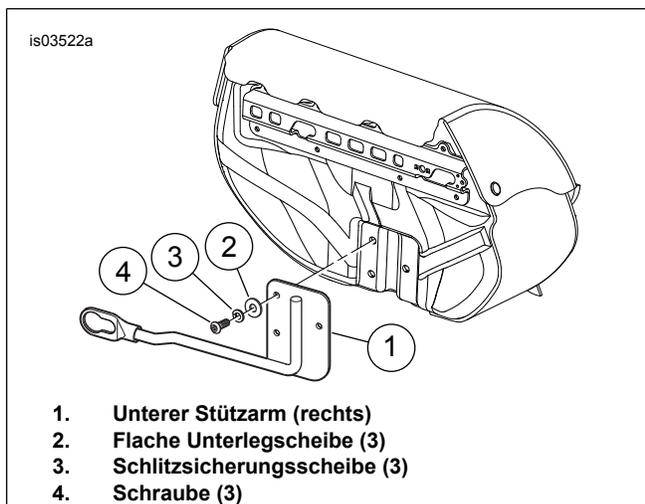

Abbildung 2. Unteren Stützarm einbauen
1. Siehe Abbildung 2. Loctite 243 (blau) auf das Schraubengewinde (4) auftragen.
2. Den unteren Stützarm (1) lose mit drei flachen Unterlegscheiben (2), Schlitzsicherungscheiben (3) und Schrauben (4) an beiden Satteltaschen befestigen. Der untere Stützarm passt in den Schlitz an der Rückseite der Satteltasche. Die Befestigungsteile fixieren den Arm von der Innenseite der Satteltasche aus.